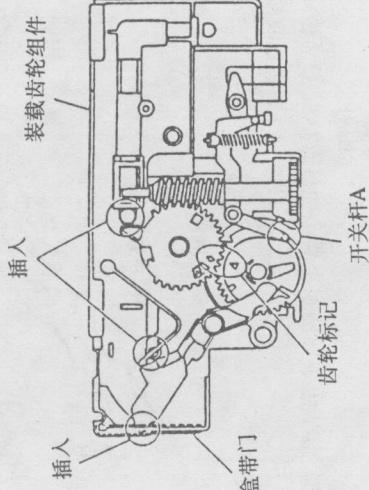

图60
- 再次安装装载齿轮组件时,请检查盒带座的两个凸起部是否有凸插在底座右边的槽沟中(参见图60);
- 检查同步齿轮上(<)标记和离合器齿轮上的(>)标记有否对准(参见图60);
- 检查盒带开关杆(A)的凸起部有否配合于同步齿轮的凸轮(参见图60);
- 将盒带门再次安装时,请检查门臂的凸起部有否插在盒带门的槽沟中(参见图60)。